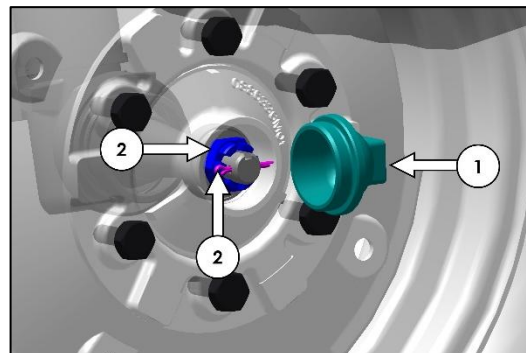
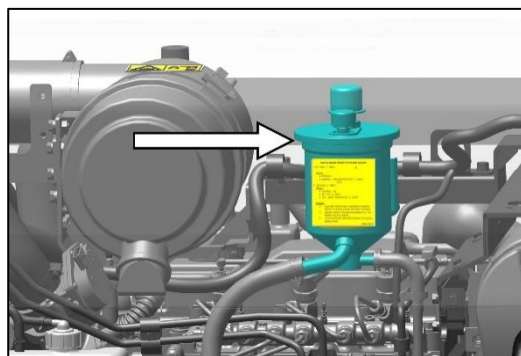

Fig. 301 – VOORWIELNAAF
Fig. 304 – STUURBEKRACHTIGINGSRESERVOIR
1. Plaats de tractor op een vlakke ondergrond. Hef de vooras op en verwijder de stofkap van het voorwiel (item 1 in Fig. 301).
2. Verwijder de splitpen (item 2 in Fig. 304) en draai de kroonmoer (item 3 in Fig. 301) aan tot 60 lbf·ft (8,2 kgf·m). Draai de moer vervolgens terug tot het dichtstbijzijnde pen-gat en daarna nog één vlak om de juiste axiale speling te verkrijgen. 0,002 inch (0,05 mm) – 0,006 inch (0,15 mm). Plaats een nieuwe splitpen.